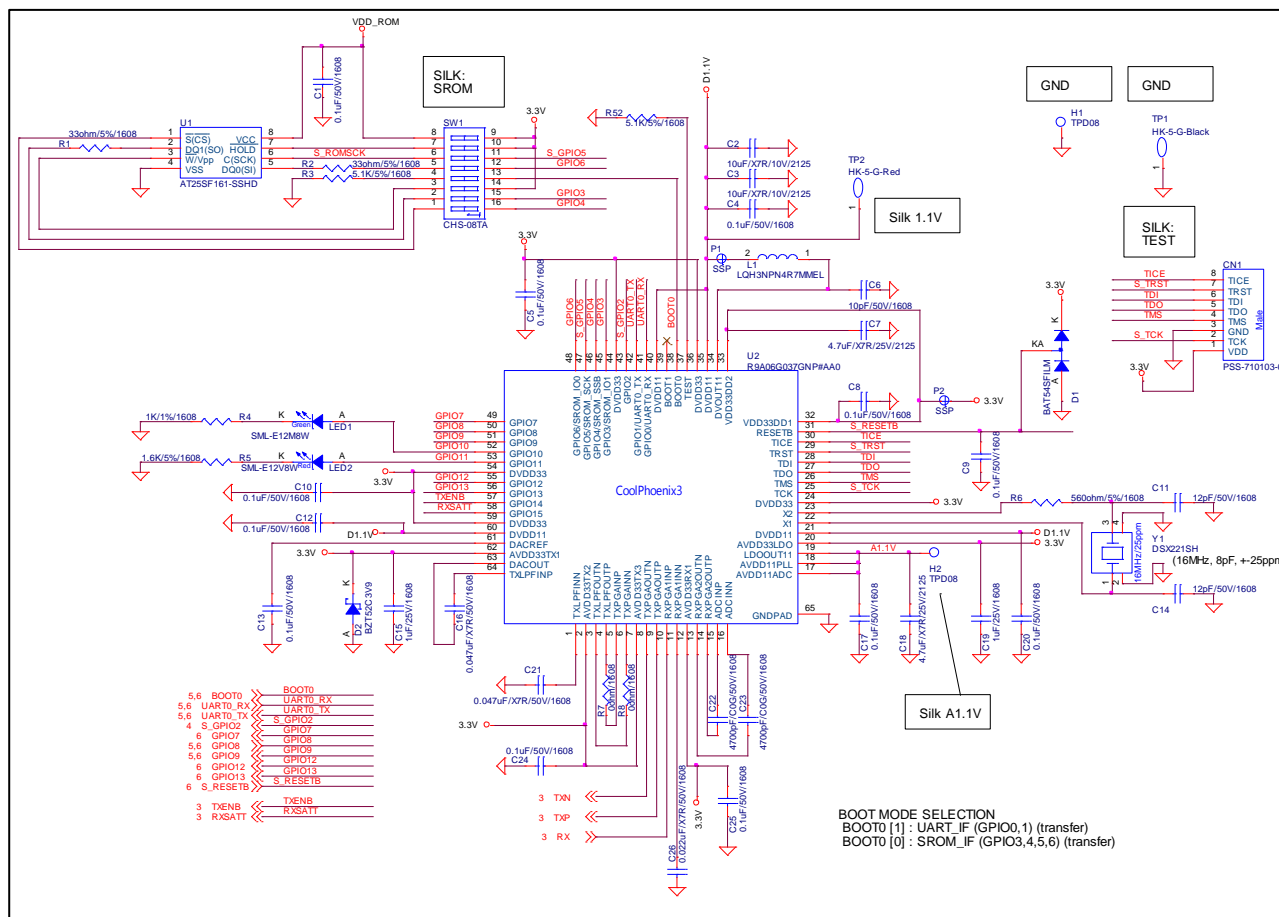

Figure 6-1 AC-PLC ボード (R9A06G037 周辺回路)
- 6.1 節に回路設計例 (Figure 6-1-Figure 6-8)、6.2 節に Bill of materials の例 (Table 6-1-Table 6-5)に示します。